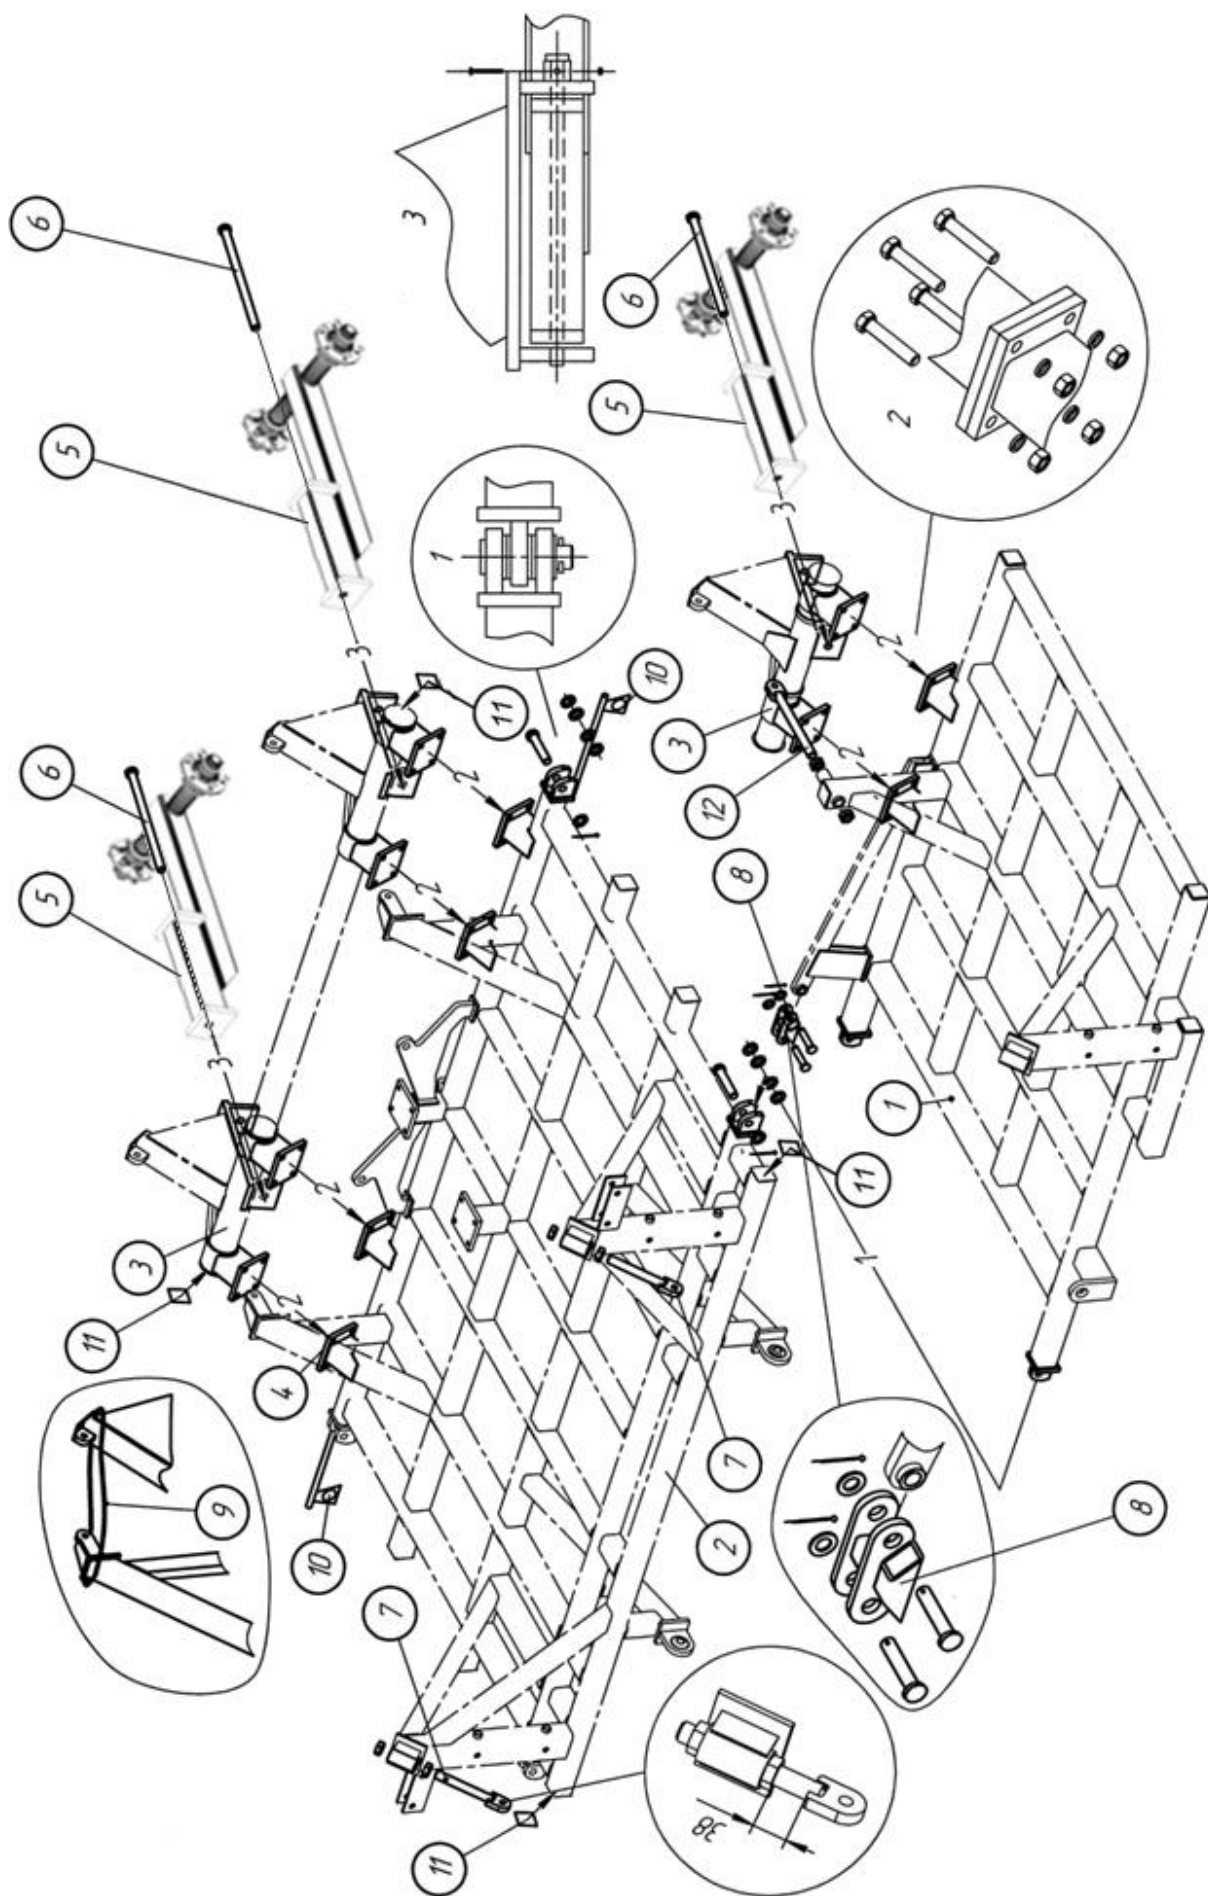

Рис. 4.1.1. Сборка рам, поворотных валов и подвески прикатывающих колес К-8,5; К-9,7
4.1.1. Установите главную раму 2 на опоры высотой примерно 750 мм (см. рис. 4.1.1, 4.1.2, 4.1.3). Установите кронштейны со световозвращателями 10, задвиньте до упора и зафиксируйте стопорным болтом.
4.1.2. Соедините левую и правую боковые рамы («крылья») 1 с главной рамой, установите пальцы диаметром 32 мм (4 шт.), шайбы (20 шт.) и шпильки 6 x 50 (4 шт.) Между проушинами рам (выноска 1) установите по две (три) шайбы с каждой стороны. На рис. 4.1.1, 4.1.2, 4.1.3 правое крыло не показано.
4.1.3. Совместив установочные пластины 4, закрепите поворотные валы 3 на главной раме и крыльях болтами М20х65 пружинными шайбами и гайками М20 в соответствии с рис. 4.1.1, 4.1.2 и 4.1.3.
4.1.6. Закрепите овальные кулисы 8 на кронштейнах рамы (рис.4.1.1, 4.1.2) с помощью пальцев 32х110 и шплинтов. Кулисы должны быть установлены наваренными выступами внутрь рамы (при поднятых крыльях эти выступы должны лежать на вертикальных упорах главной рамы).